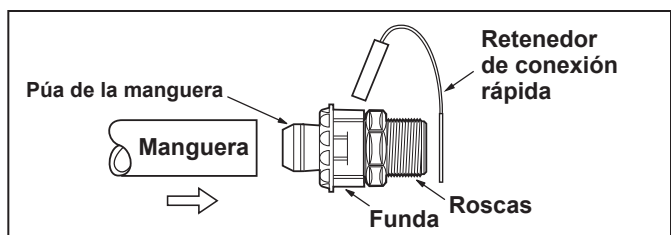

Figura 5. Instale la manguera en la desconexión rápida
- Instale la bomba utilizando dos (2) anclajes de expansión para hormigón con el objetivo de garantizar la estabilidad.
- Presione la manguera dentro de la conexión rápida hasta que quede a ras con la base de púas de la manguera. Véase Figura 5.